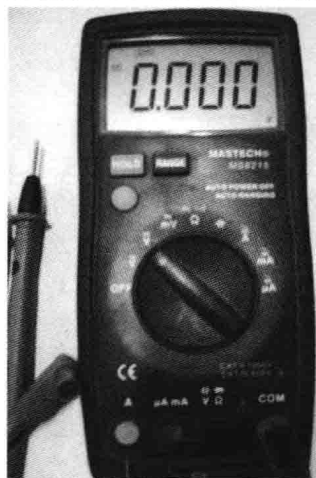

图 5-21 转换开关旋至 DCV 或 DCmV 挡
(1) 将转换开关旋至 DCV 或 DCmV 挡，如图 5-21 所示。